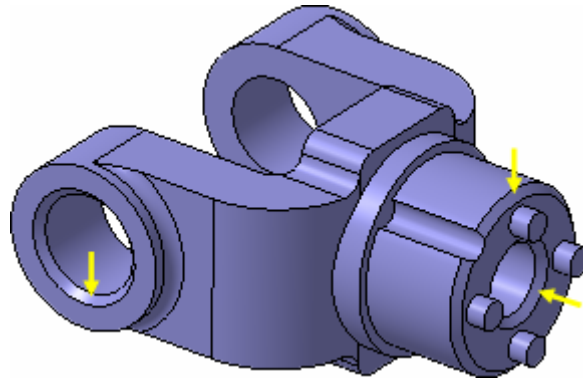

Рисунок 82.
- Нажмите кнопку Создать объект  (рис. 82).